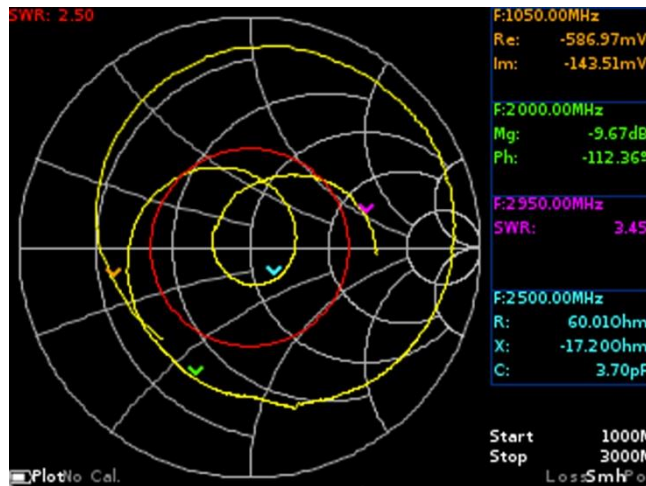

Рисунок 10.1 – На экране устройства диаграмма Вольперта - Смита
10.1.2. Координатная сетка диаграммы приведена к импедансу в 50 Ом (Рисунок 10.1). На экране рефлектометра обозначается как **Smh**. Включение или выключение отображения данной диаграммы на экране, производится, как указано в п. 9.3